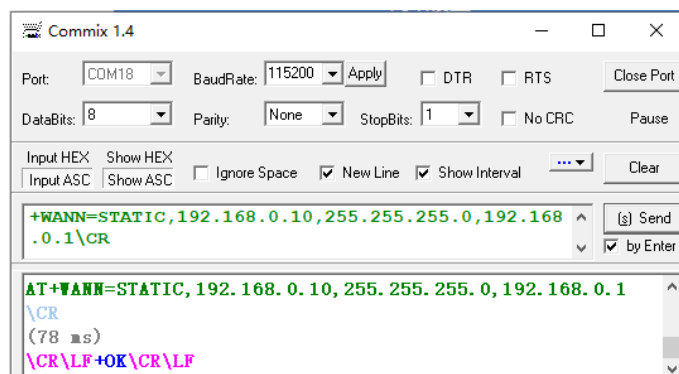

图 12-5 设备网络参数设置界面
- 3) 设置设备网络 IP、子掩码、网关，如图 12-5 所示，将 IP 设置为 192.168.0.10；